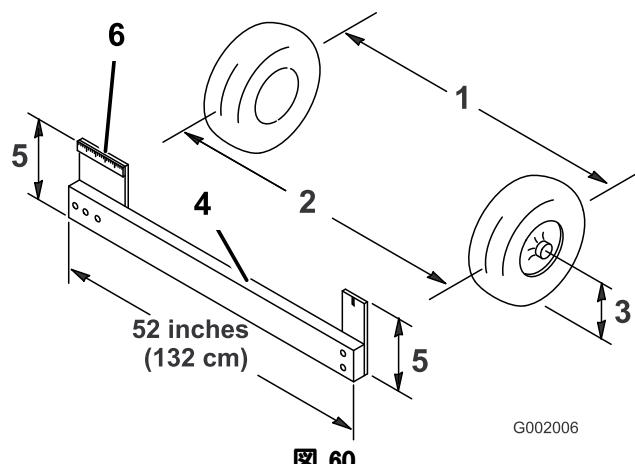

図 60
- 前輪の前と後ろで、左右のタイヤの中央線間距離を測る ; 計測はアクスルの高さで行う (図 60) 。前輪の後ろで、アクスルの高さで測定を行うには市販または手製のトーイン測定器が必要となる。前後の計測とも同じ道具を使用し、アクスルの高さで正しく測定すること (図 60) 。